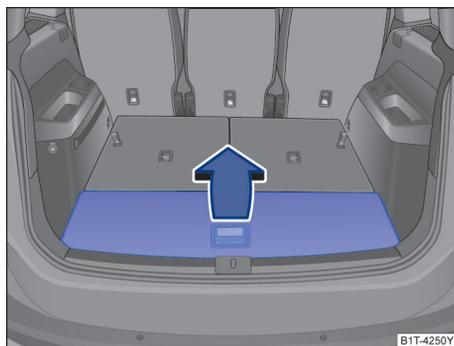

图 208 行李厢内：行李厢地板（部分车型） >
- 打开行李厢盖板：握住把手沿箭头方向→图 208 将行李厢地板向前翻折到底。